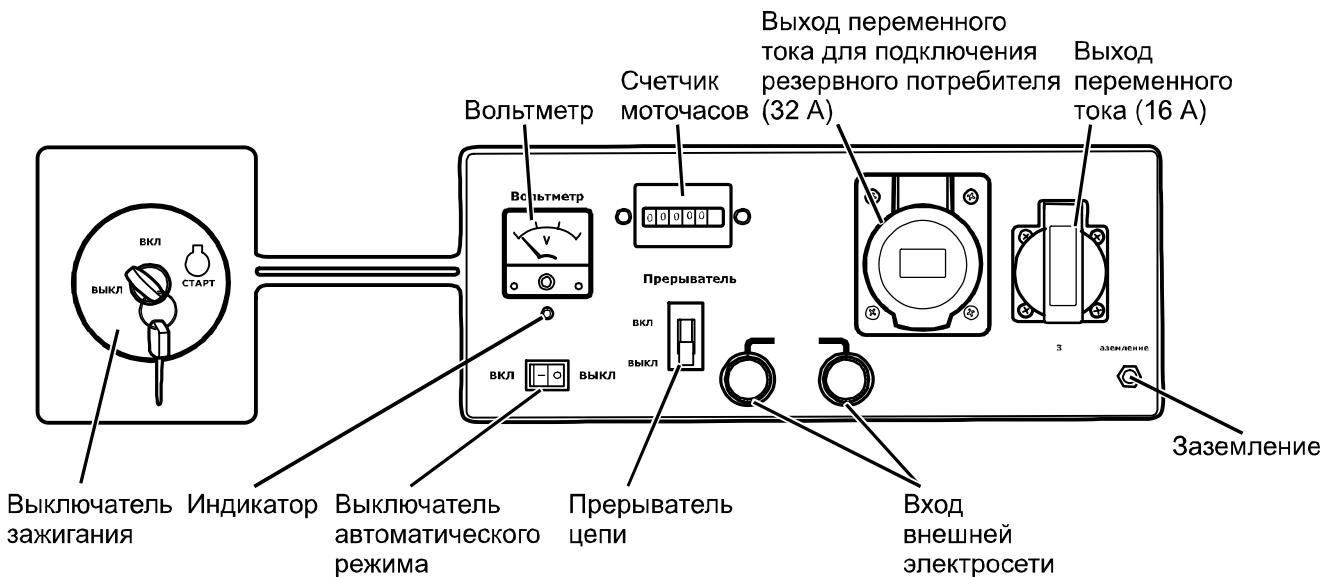

Рис. 17
- Поставьте выключатель автоматического режима в положении "ВЫКЛ" (рис. 17).